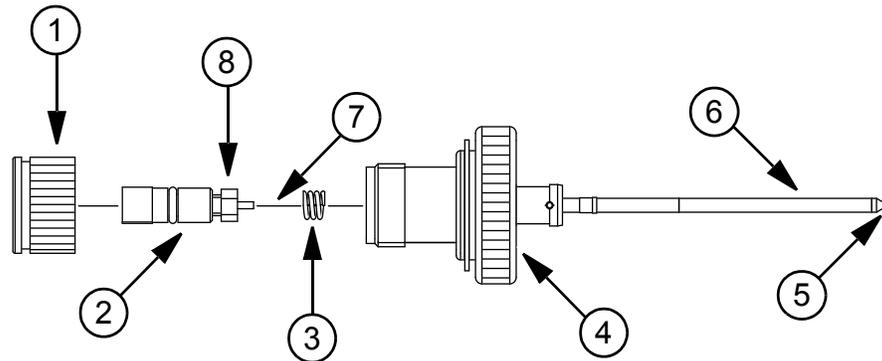

Figura 4-2 Sonda - particolare
2. Rimuovere il dado di regolazione dell'elettrodo. Tenere la sonda con l'ugello rivolto verso il basso in modo che la molla resti all'interno della sonda mentre si estrae l'elettrodo tubolare. Fare riferimento alla Figura 4-2.
3. Estrarre il raccordo in PEEK e l'elettrodo tubolare ad esso collegato dalla sonda. Fare riferimento alla Figura 4-2.